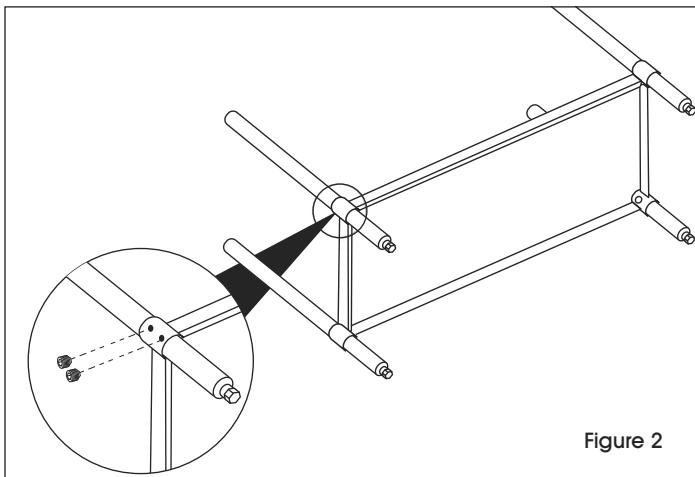

Figure 2
- Fixez les pieds à la tablette inférieure à l'aide des vis de réglage et de la clé Allen de 5/32 po. (Voir Figure 2)